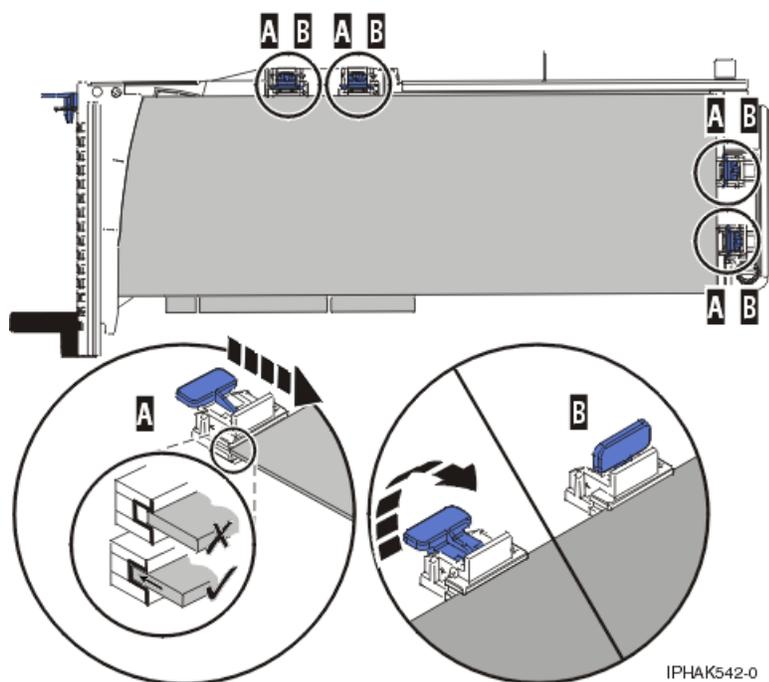

Abbildung 53. Langer Adapter in PCI-Adapterkassette, Halterungen und Stabilisator an korrekter Position
- 3) Bringen Sie die Halterungen **(B)** in Position und verriegeln Sie sie. Siehe Abb. 53.